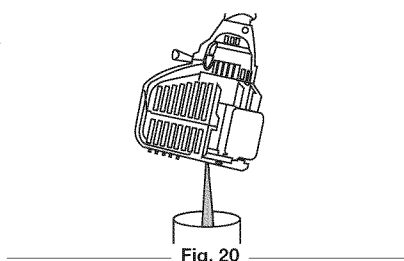

Fig. 20
2. Vierta el aceite fuera del orificio de llenado de aceite en un recipiente inclinando la unidad hasta una posición vertical (Fig. 20). Deje suficiente tiempo como para completar el drenaje.